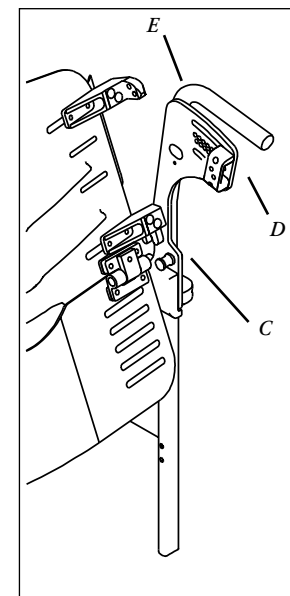

Figura 7
- Instalar ambos vástagos de retención, derecho e izquierdo en una posición de 12 grados (F) atravesando la placa lateral (E), el conector superior (A) hasta el receptor de la carcasa del respaldo (D) **Figura 7**.
- Graduar la carcasa del respaldo para que esté centrada entre las placas laterales (G).
- Ajustar ambos pernos del conector superior (H) mientras suavemente se sostiene el conector superior hacia adentro, hacia el centro de la silla.
- Ajustar ambos pernos del conector inferior (I).